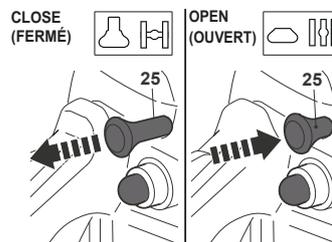

Fig. 20a
1. Tirer à fond le levier du démarreur (25) (Fig. 20a), le démarreur est maintenant en position FERMÉE et l'accélérateur en ralenti rapide.